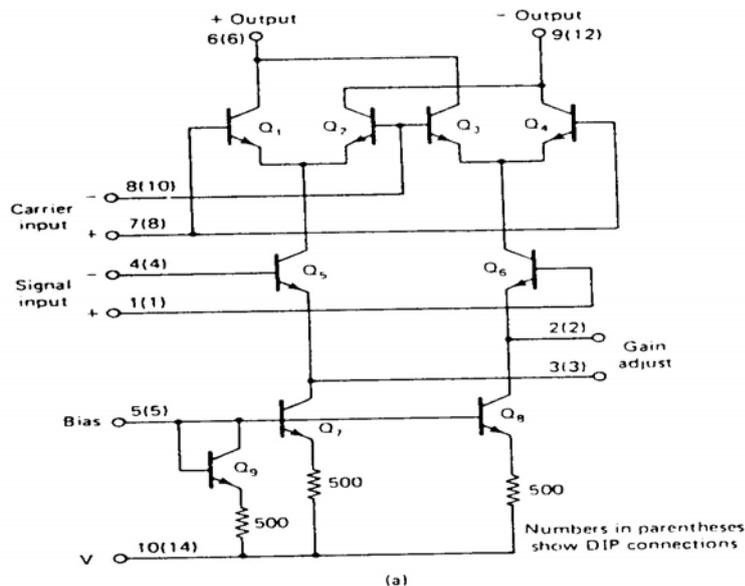

Figura 1
Empleando el Circuito Integrado (CI) LM1596 cuyo diagrama interno es el de la Figura 1 y el CI LM565 que permite construir un lazo enganchado en fase (PLL), se puede hacer el demodulador síncrono para portadora de 2400 Hz modulada en amplitud (AM) como el que se da como aplicación típica del LM565 en sus hojas de datos y características. Para hacer una demodulación síncrona de la señal etiquetada como "Composite Input", que será esa portadora con cierta modulación AM, se necesitaría una señal de referencia que fuese esa misma portadora sin la modulación AM o síncrona con ella, señal que llamaremos "portadora de referencia". Esta señal, que podría ser enviada por el mismo transmisor en que se generó la portadora modulada AM, no está disponible sin embargo, por lo que se necesita un sistema que "recupere la portadora" o que genere una señal de frecuencia igual a la de la portadora que tiene la modulación AM. Los valores de los condensadores vienen dados en microfaradios y los de las resistencias en ohmios.
- 1- Indique razonadamente qué CI "recupera portadora", qué CI "demodula síncronamente" y cómo logran hacer estas misiones a partir de la señal "Composite Input". Puede suponer, si le sirve de ayuda en sus razonamientos, que la portadora de 2400 Hz lleva una modulación AM por una señal moduladora cuyo espectro en banda base no pasa de los 200Hz. Preste atención a la resistencia de 510Ω asociada al LM1596, elegida de modo que la amplitud de señal "Composite Input" no excite en gran señal la entrada "Signal Input" de la Figura 1, mientras que la señal del seguidor de emisor Q1, sí que excitará en gran señal la entrada "Carrier Input" de la Figura 1. (15 p) Indique además qué se consigue con esta forma de excitar el LM1596. (5 p)